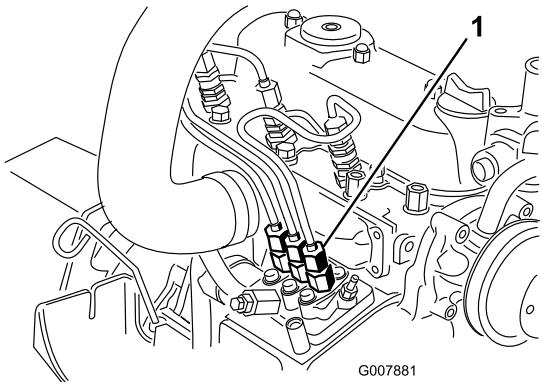

Figura 44
- Coloque um tapete por baixo da tubagem que sai da bomba de injeção para o bico injector n.º 1 conforme ilustrado em Figura 44.